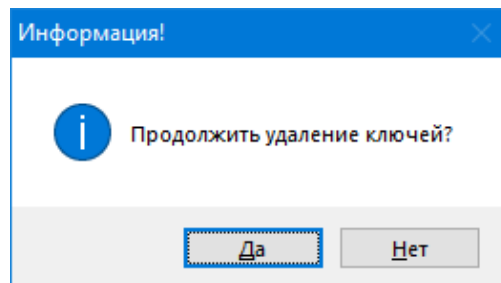

Рисунок 4.4
3) в появившемся информационном окне нажать кнопку **Да** (см. рисунок 4.4);